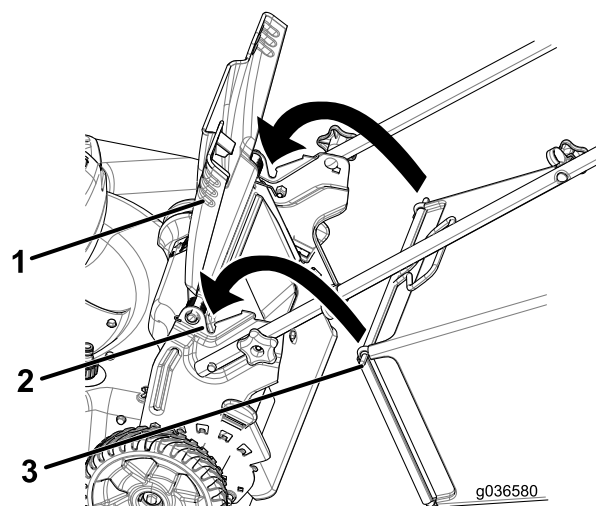

Figure 24
2. Montez le bac à herbe en veillant à placer les ergots dans les crans du guidon (Figure 24).
1. Soulevez le déflecteur arrière et maintenez-le dans cette position (Figure 24).